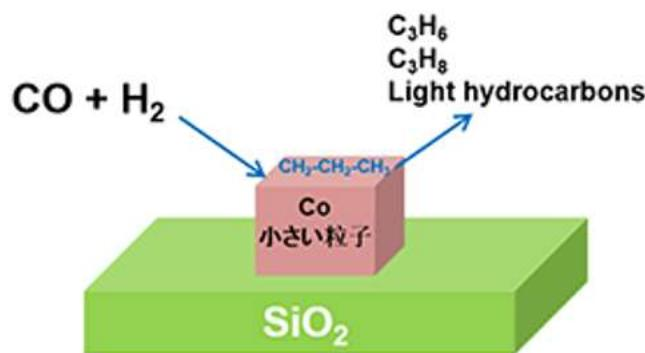

図1
- 触媒粒子が小さい場合(図1) : α 小→LPG等の軽質炭化水素向け